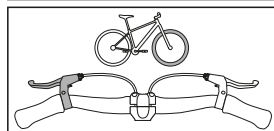

Fig. 1: Assegnazione delle leve del freno
- ↳ Acquisire dimestichezza con l'assegnazione delle leve del freno. La leva del freno destra agisce sul freno della ruota posteriore, la leva del freno sinistra agisce sul freno della ruota anteriore (vedere Fig. 1).